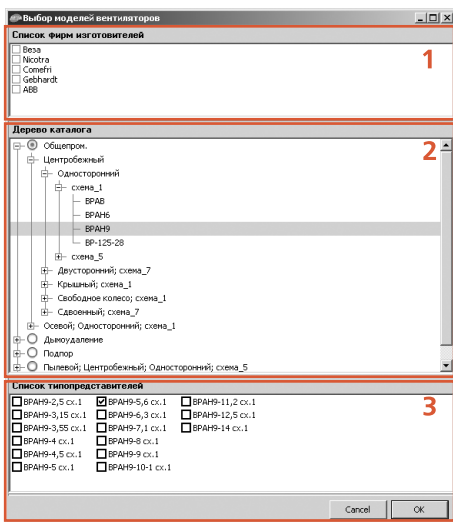

Рис. 4
В режиме выбора одного типопредставителя (рис. 4) номенклатурное дерево (2) выполняет только навигационную функцию и, изменяя текущий тип вентилятора, управляет содержимым списка типопредставителей (3). Задачу ввода данных решает список типопредставителей (3), каждая позиция которого содержит элемент единичного выбора.